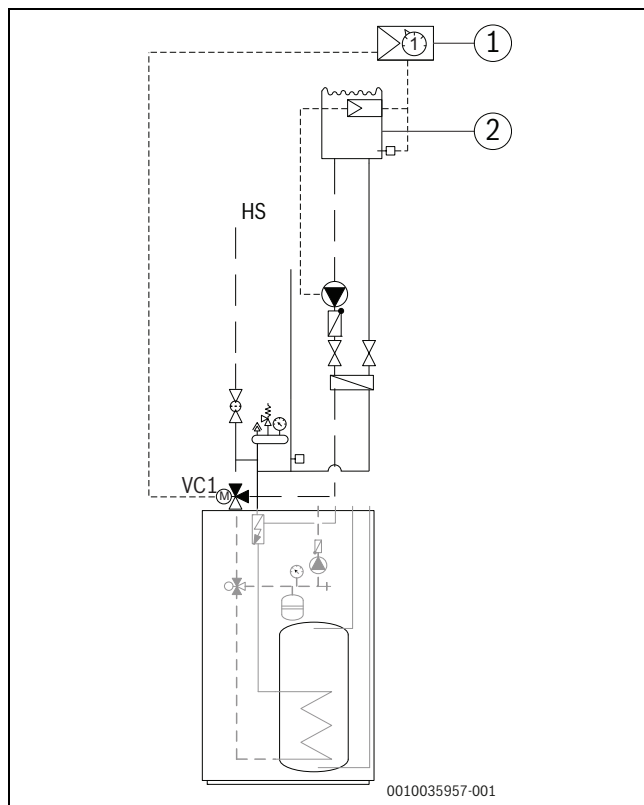

Bild 21 Installation av pool
- ▶ Montera poolshuntventilen i inneenhetens returledning (→ [VC1] bild 21).